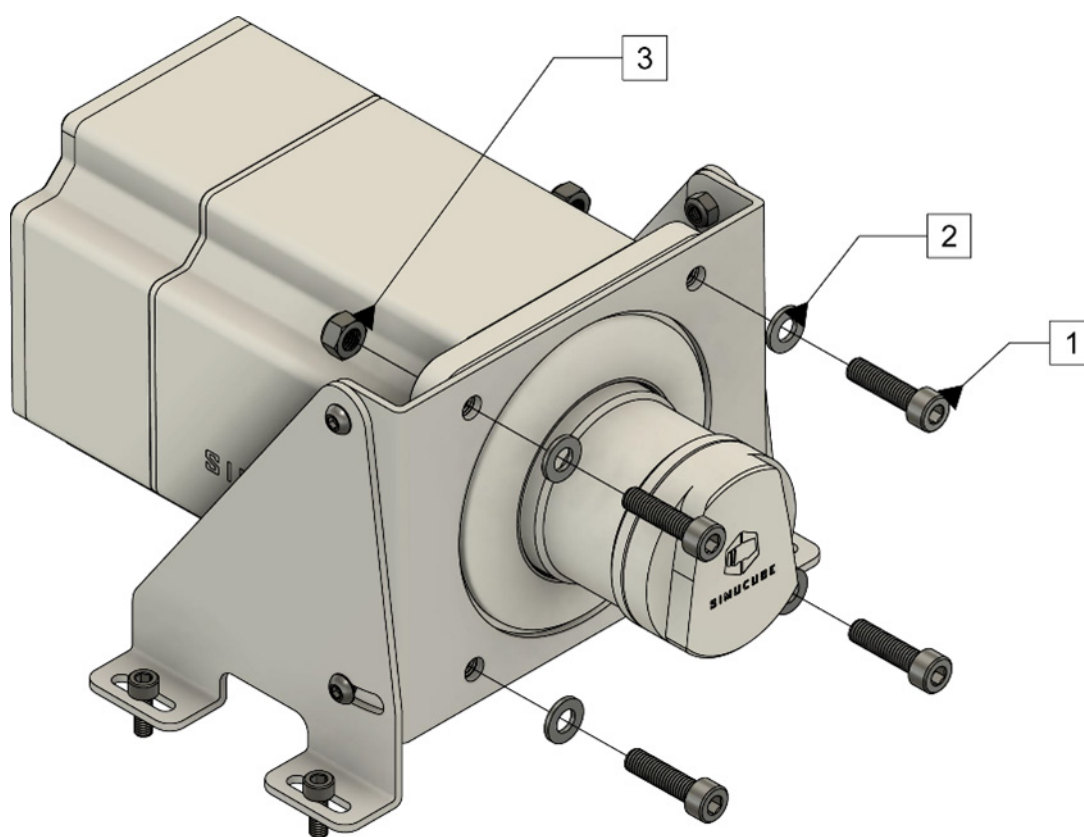

Abb. 3 Simucube 2 Montage mithilfe einer Montagehalterung.
Simucube 2 kann mit einer separaten Halterung montiert werden, mit der die Fronthalterung wie in Abbildung 3 in eine horizontale Plattformhalterung (Tischmontage) umgewandelt werden kann. Die Montagehalterungen finden Sie bei unseren Simucube Händlern, die auf der Webseite <https://www.simucu.be> aufgeführt sind.
Montieren Sie Simucube 2 wie in der Abbildung 3 gezeigt. Die Modelle Sport und Pro werden mit 30 mm M8 Schrauben mit 1,25 mm Gewindesteigung (1) und M8 Unterlegscheiben (2) montiert. Simucube 2 Ultimate wird mit 40 mm M8 Schrauben (1), M8 Unterlegscheiben (2) und M8 Sicherungsmuttern (3) durch den Motorflansch montiert.